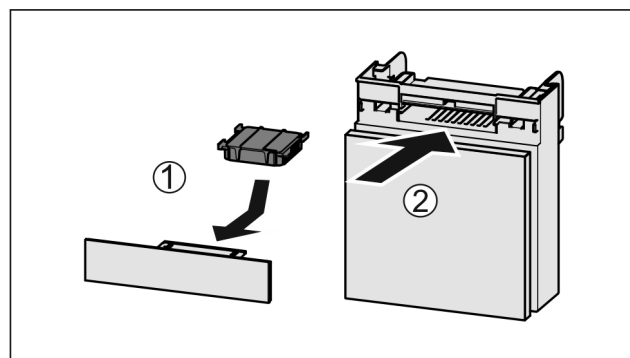

Fig. 94
- ▶ Wkładać Fig. 94 (1) filtr z węglem aktywnym zgodnie z ilustracją.
- ▶ Wsunąć komorę Fig. 94 (2).